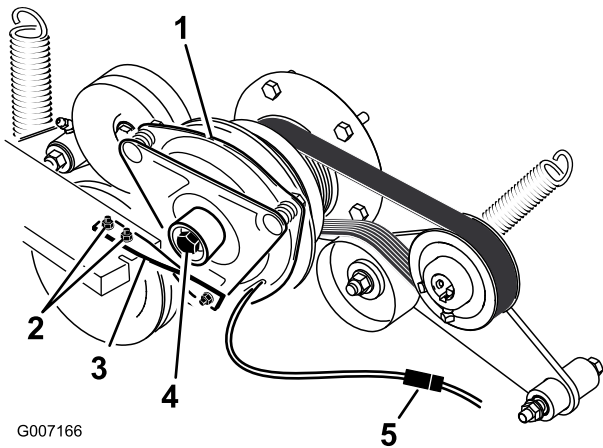

Figura 59
6. Desenchufe el conector eléctrico del embrague (Figura 59).
7. Retire los dos pernos que sujetan la correa de goma del embrague al bastidor del cortacésped (Figura 59).
8. Retire el perno central que sujeta el embrague al eje del motor, y retire el embrague y la chaveta (Figura 59).
15. Sujetando el cigüeñal en la parte trasera de la máquina, instale el perno central y apriételo a 68 N m (50 pies-libra) (Figura 59).
16. Instale la correa de goma del embrague al bastidor del cortacésped con los dos pernos y tuercas que se retiraron anteriormente (Figura 59).
18. Enchufe el conector eléctrico del embrague (Figura 59).